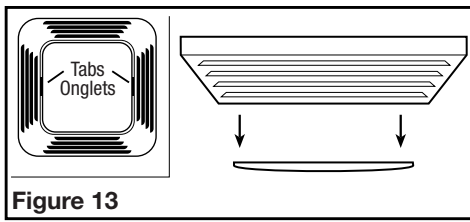

Figure 13
3. **Changing the Light Bulb:** Disconnect power to the unit. Remove the light lens by squeezing at the tabs and pulling down (Figure 13). Remove light bulb and refer to instructions in Section 6 *Completing the Installation*, to complete the light bulb change and installation of light lens.
3. **Remplacement de l'ampoule :** débrancher l'alimentation de l'unité. Enlever la lentille de la lumière en pressant sur les onglets et en la tirant vers le bas (Figure 13). Enlever l'ampoule et vous référer aux instructions de la Section 6 - *Complétion de l'installation* pour compléter le remplacement de l'ampoule et l'installation de lentille de la lumière.